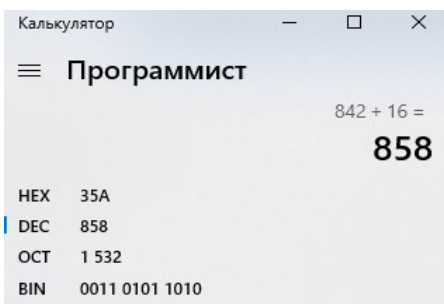

Рисунок 24
- для работы с интерфейсными платами счетчика следует вычислить физический адрес: к четырем последним цифрам серийного номера счетчика прибавить 16, перевести в формат HEX (режим калькулятора «Программист» Рисунок 24) и получившееся значение ввести в поле «Адрес ПУ». Например, серийный номер счетчика 211500120400842. В поле следует вводить 35A (латинские буквы);
- Адрес ПУ (HEX) физический (см. Рисунок 24) либо нажать кнопку «Прочитать»;